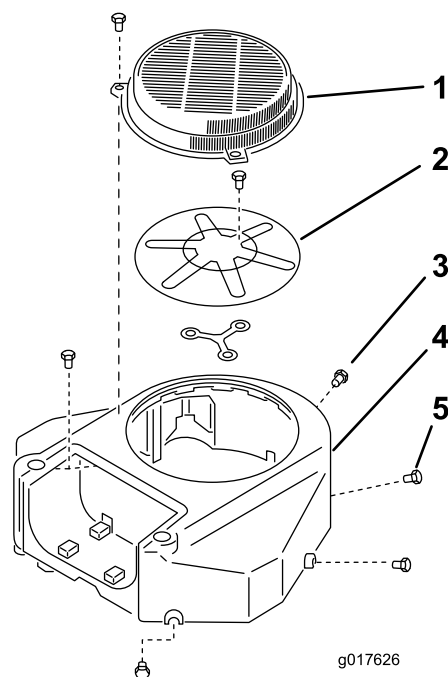

Figura 58
3. Togliete la griglia della presa d'aria e la sede della ventola (Figura 58).
5. Installate la griglia della presa d'aria e la sede della ventola (Figura 58).